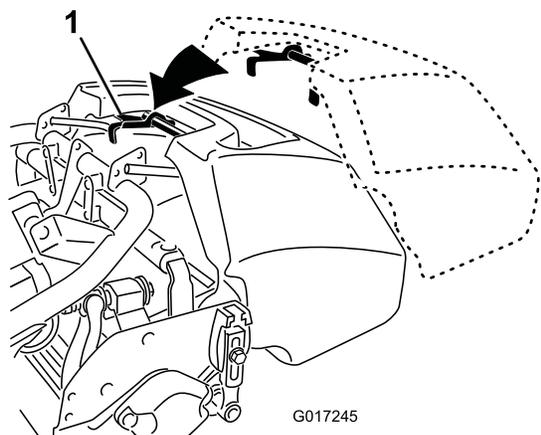

图 14
2. 将集草斗凸缘放入滚刀组侧板之间前滚筒之上图 14。
3. 将集草斗钩安装到环形机架上 (图 14)。